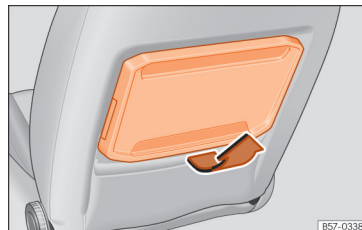

Abb. 140 Vordersitz links: Klapptisch.
- Ziehen Sie den Tisch in Pfeilrichtung nach oben, bis er einrastet » Abb. 140.